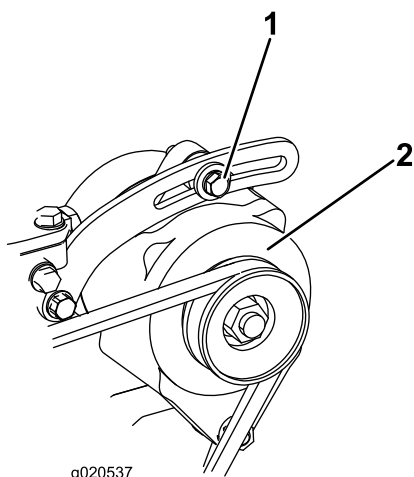

図 73
2. たわみが 10mm でない場合には、オルタネータ取り付けボルトをゆるめる 図 73。適当な張りに調整してボルトを締める。ベルトのたわみが適切に調整されたことを確認する。